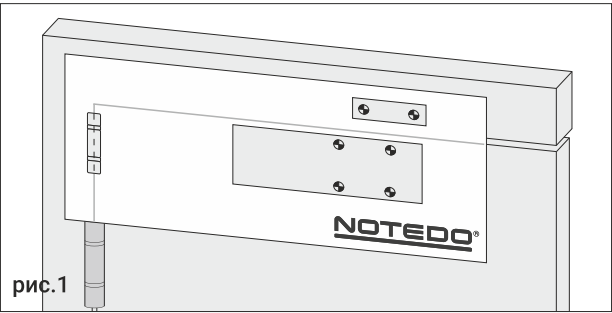

рис.1
4. Сделайте разметку по шаблону согласно выбранному варианту установки по удаленности дверного доводчика от оси петель. Проверьте размеры рулеткой на соответствие указанным в настоящей инструкции, рис.1.